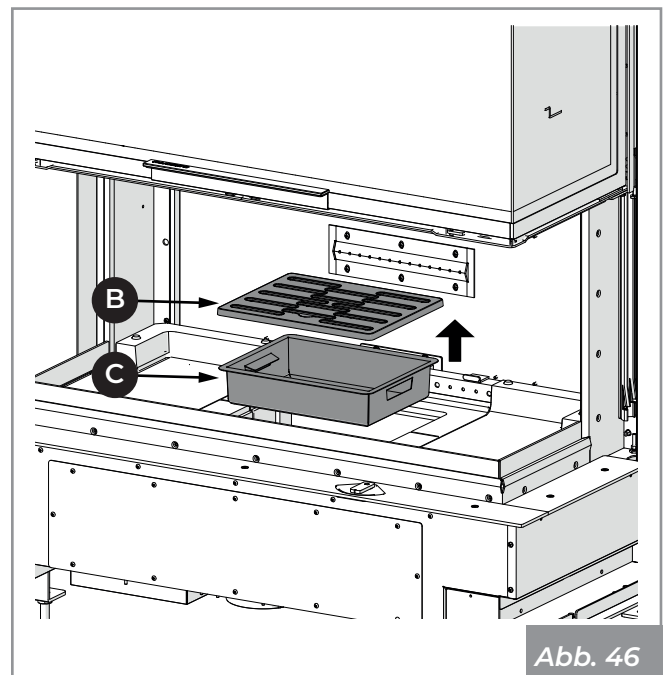

Abb. 46
- 2) Erheben und entnehmen Sie das Gitter (B) und die Aschelade (C) (Abb. 46).